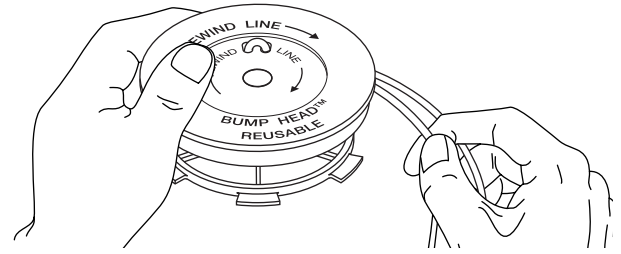

Fig. 17
7. Enroulez les fils en couches uniformes serrées sur le moulinet (Fig. 17). Enroulez le fil dans le sens indiqué sur le moulinet intérieur. Placez votre index entre les deux fils pour les empêcher de se superposer. Ne superposez pas les extrémités du fil. Passez à l'étape 11.
1. Retirez les quatre vis retenant le couvercle (Fig. 17). Servez-vous d'un tournevis à mèche T20 Torx.